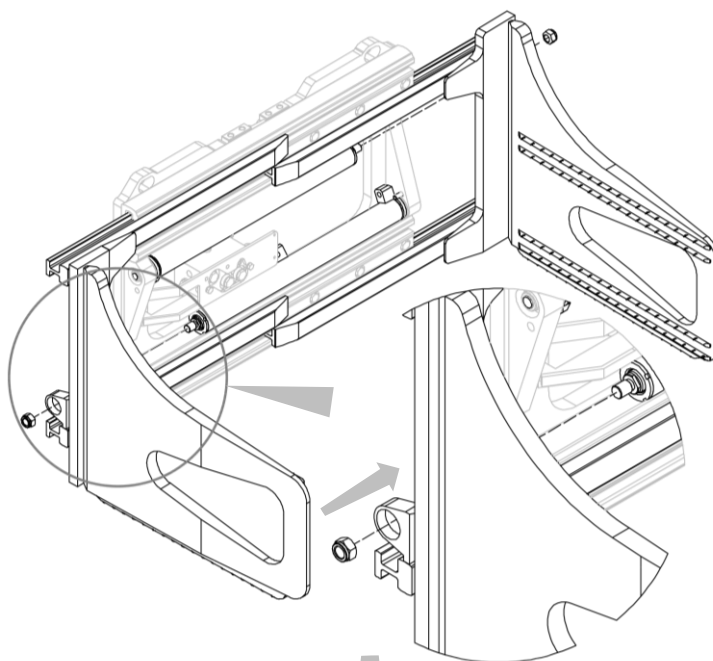
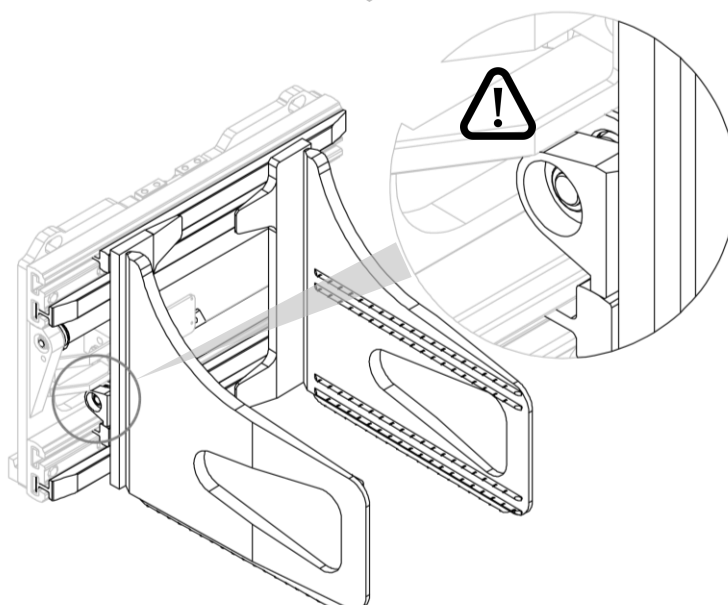

Figura 13
Figura 14
2. Insertar los perfiles, con los correspondientes brazos, en los asientos correspondientes y fijarlas a los cilindros mediante las correspondientes tuercas (mira *Figura 13* y *Figura 14*).